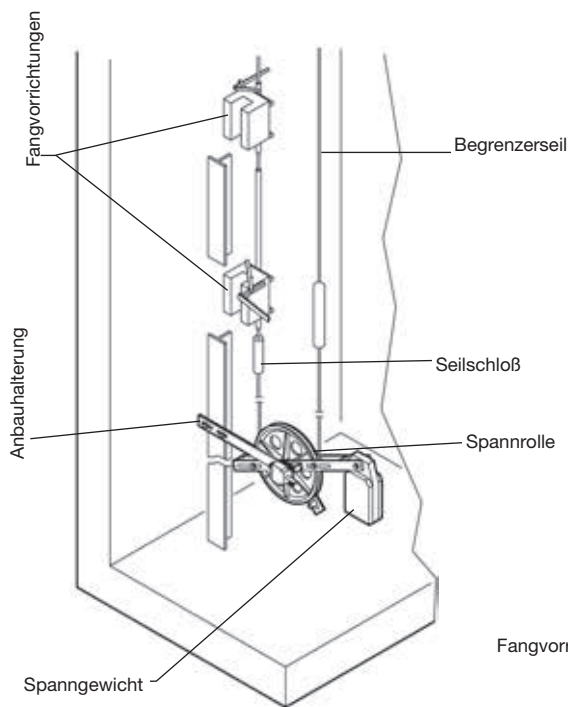

Abb. 1
- Das Spannungsgewicht darf auf keinen Fall Bodenkontakt haben (Abb. 1 und 2); anderenfalls, wird der Geschwindigkeitsbegrenzer außer Betrieb gesetzt.
- Erstes Seilende mit Seilanschluß versehen (Abb. 1 und 2) und an Fangvorrichtung montieren.